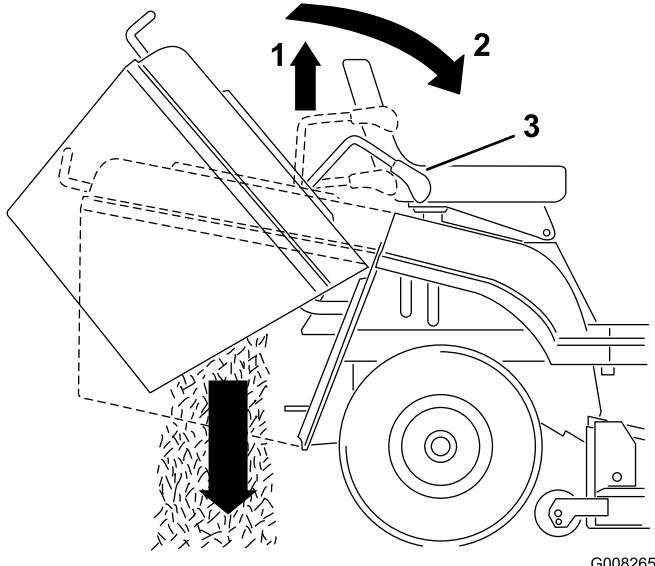

Figura 17
- Tire de la palanca telescópica de volteo y empújela hacia adelante y hacia abajo para voltear el recogehierbas (Figura 17).